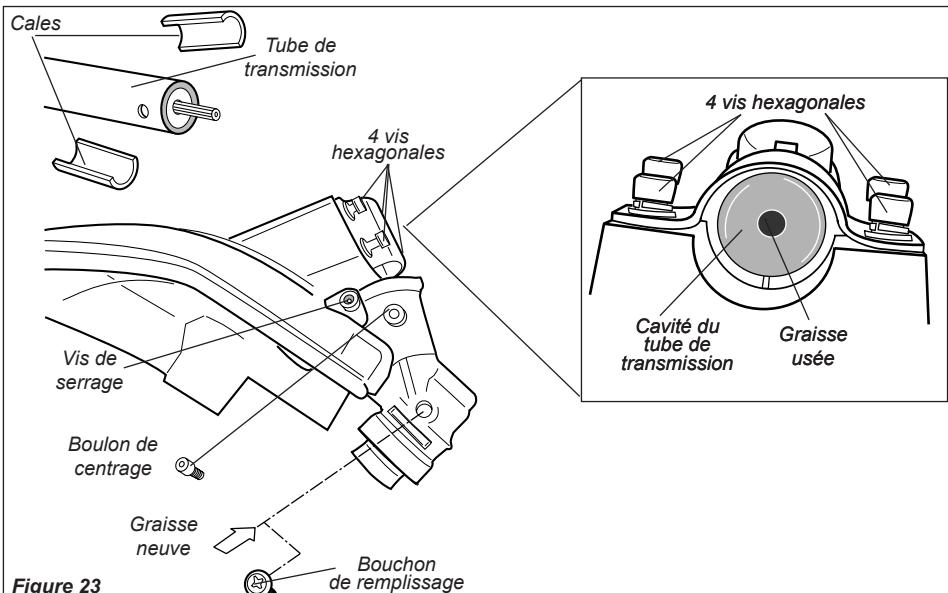

Figure 23
- Pour effectuer cette opération, ôter tout d'abord le boîtier réducteur et le déflecteur du tube de transmission comme suit. Voir figure 23.